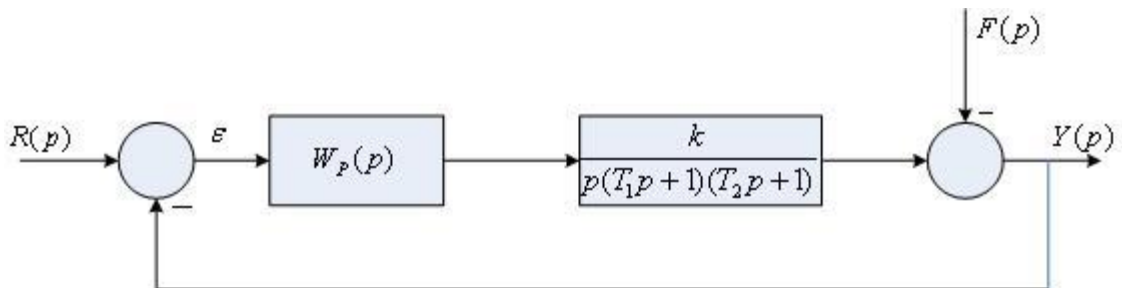

Рис. 4. Структурная схема системы
(технического) оптимума системы, состоящей из функционально необходимых элементов. Структурная схема системы приведена на рис. 4, исходные данные для первого варианта – в табл. 6.
4. Настройте параметры регулятора по критерию модульного (технического) оптимума системы, состоящей из функционально необходимых элементов. Структурная схема системы приведена на рис. 4, исходные данные для второго варианта – в табл. 6.